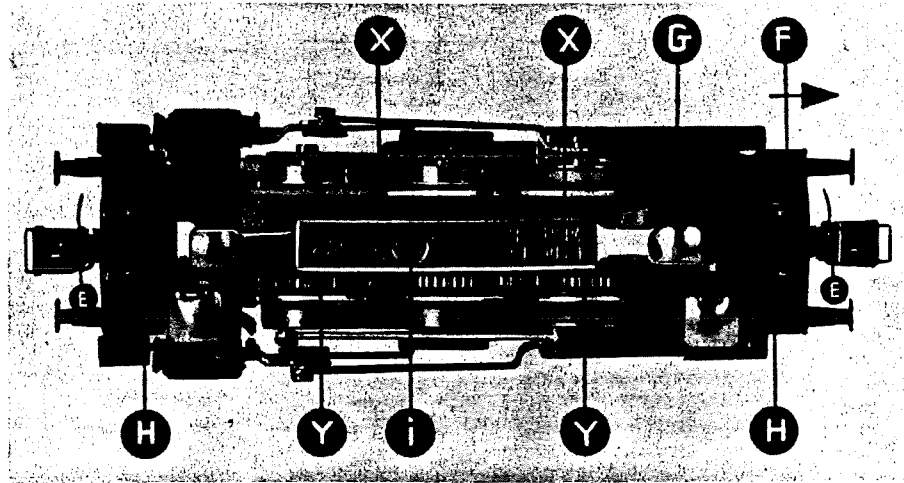

Abb. 4
Hintere Puffer vorsichtig mit Flachzange abschrauben und Schleiferträgerplatte F (Abb. 4) in Pfeilrichtung herausnehmen. Unter dem hinteren Mittelschleifer wird dann Motorhalteschraube G zugänglich. Nach Lösen dieser Schraube kann Motor abgenommen werden. Beim Einsetzen des neuen Motors darauf achten, daß Schnecke gut und ohne zu klemmen in das Zahnrad eingreift. (Probelauf!)
**Seitenschleifer:** Seitenwände der Plastik-Kappen H (Abb. 4) mit kleinem Schraubenzieher o. ä. bei E nach außen biegen und Kappen abziehen.